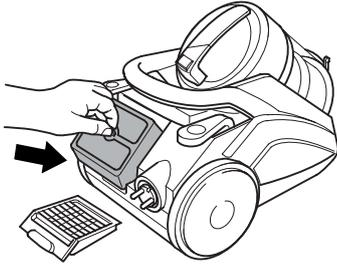

Abb. 35
6. Setzen Sie den gereinigten Hygiene-Ausblasfilter mit der Lasche nach oben (Abb. 35) wieder in seine Aufnahme.